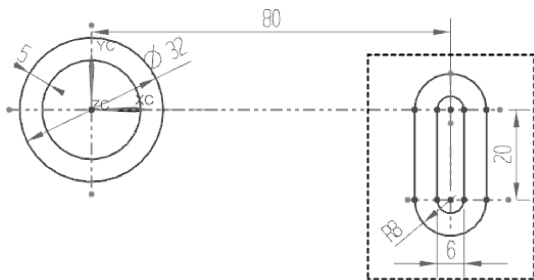

图 2-77 绘制右侧的已知线段
- 应用【直线】按钮 $\text{---}$ 、【圆】按钮 $\bigcirc$ 、【偏置曲线】按钮 $\text{---}$ 、【快速修剪】按钮 $\text{---}$ 等，绘制出右侧部分（虚线框内部分）的已知线段，如图 2-77 所示。